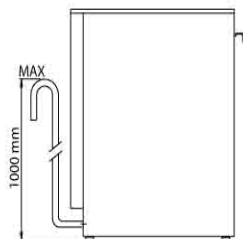

Fig. 6
- Positionner le tuyau de vidange à une hauteur maximale de 1000 mm du plancher. (Fig.6)